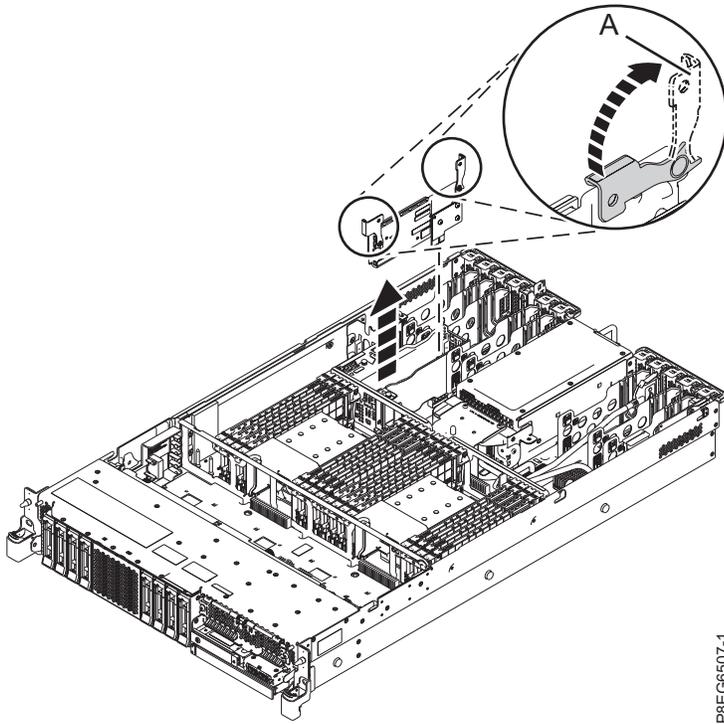

Abbildung 5. Notstromversorgungsmodulkarte ausbauen
12. Heben Sie zum Ausbau der Notstromversorgungsmodulkarte die blauen Griffe (A) in die gezeigte Richtung an. Siehe Abb. 5 auf Seite 8.